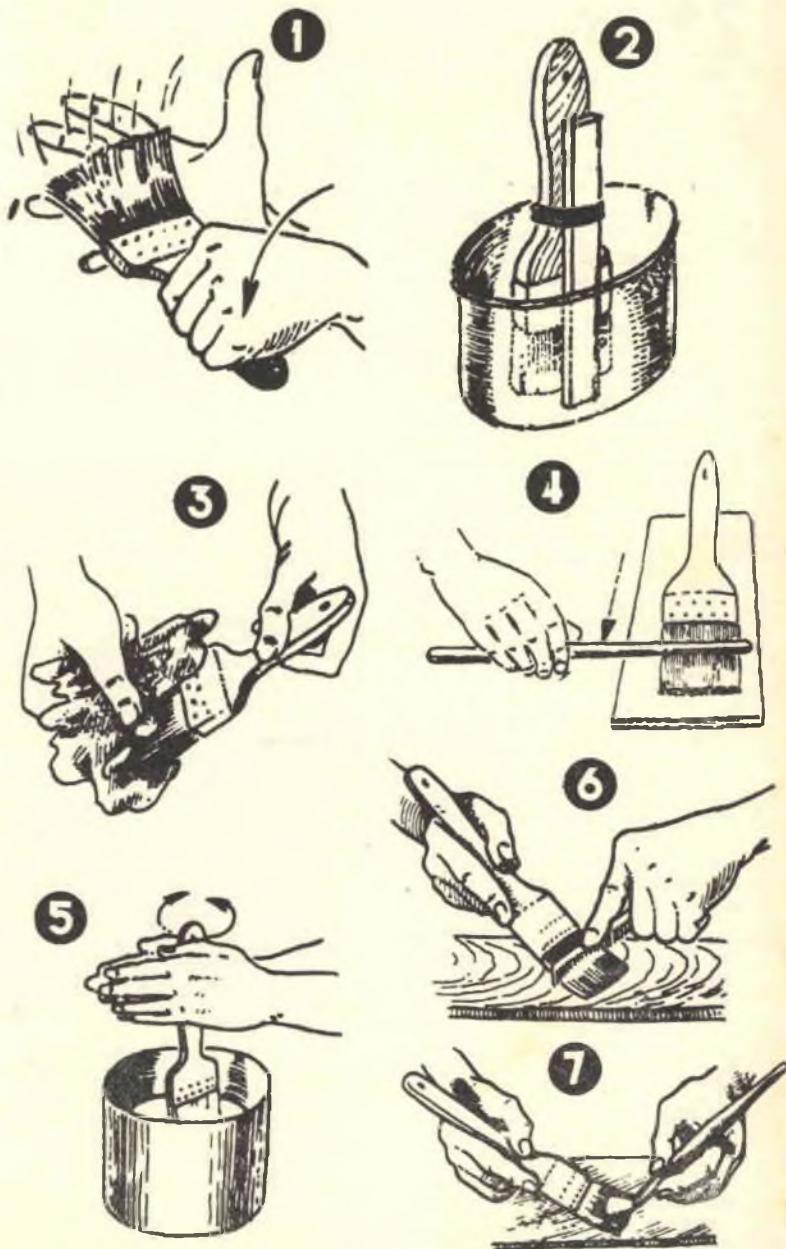

Fig. 8
montate (fig. 8 - part. 1); immergere il pennello per la durata di almeno un giorno in olio di lino, al fine di aumen-
un'asticciola di legno mediante un elastico (fig. 8 - part. 2). La estremità dell'asticciola supera di circa 10 mm. l'estremità delle setole, evitando in tal modo il
2) All'immersione di cui sopra, farà seguito l'asciugatura con un vecchio tessuto di lino pulitissimo (fig. 8 - part. 3) al fine di eliminare l'olio in eccesso; quindi farà seguito alla precedente una nuova immersione in essenza di trementina, alla quale è affidato il compito di disciogliere l'olio che ancora si trovasse fra le setole.
3) Con un'asticciola di legno a sezione circolare, oppure col dorso di un pettine metallico comprimere le setole, dopo aver posto il pennello disteso su di un piano inclinato (fig. 8 - part. 4). Completare l'eliminazione dell'olio residuo facendo ruotare il manico del pennello (fig. 8 - part. 5) compiendo, ad evitare che i residui si proiettino all'ingiro, l'operazione all'interno di un barattolo vuoto.
4) Dopo i trattamenti di cui sopra, le setole si presenteranno arruffate, per cui si provvederà alla loro pettinatura con pettine metallico (fig. 8 - part. 6) e si completerà il trattamento con una lisciatura, effettuata con altro pennello, o con una piccola spazzola (fig. 8 - part. 7).